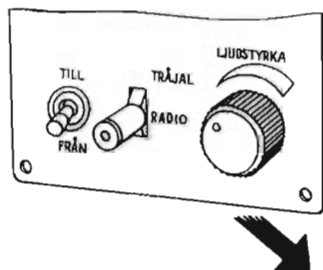

Bild 2. Flygförarens manöverapparat
1. Se efter att rätt kanalväljare är isatt (bild 2).